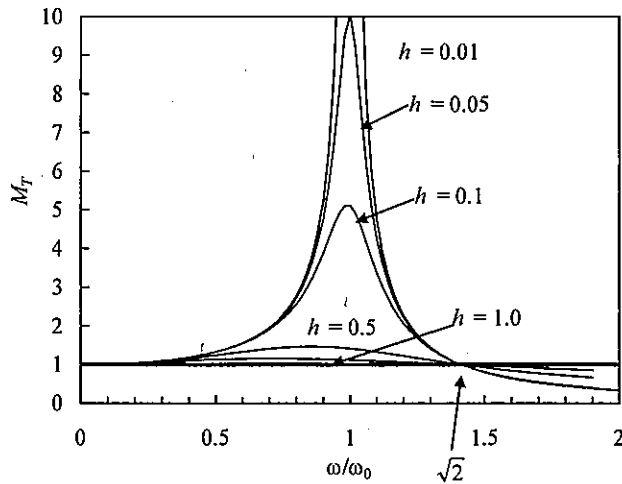

図 4 絶対変位応答倍率
ここで、 h 、 ω_0 はそれぞれ構造物の減衰定数、固有円振動数、 ω は支点変位の円振動数である。また、式(2)で表される絶対変位応答倍率 M_T を振動数比 ω/ω_0 との関係で示したものが図 4 である。
where h and ω_0 are damping ratio and circular natural frequency of the structure, respectively, ω is circular frequency of the support displacement. An amplification factor of the absolute displacement (M_T) given by Eq. (2) is given as a function of the frequency ratio (ω/ω_0) as shown in Fig. 4.